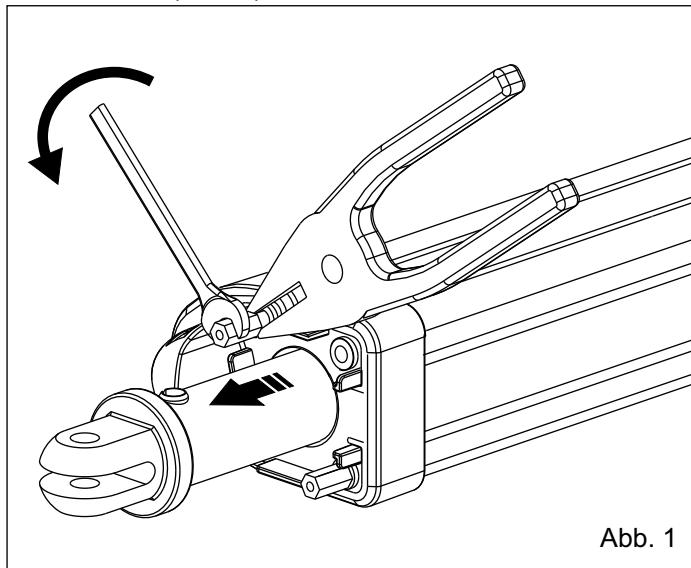

Abb. 1
- Schrauben Sie die 2 sechseckigen Muttern auf dem ALPHA-Antrieb ungefähr 3/5 mm auf oder nur soweit, dass es möglich ist eine spitze Zange einzuführen, um die Innenstange zu blockieren, danach die Muttern vollständig abschrauben(Abb. 1).